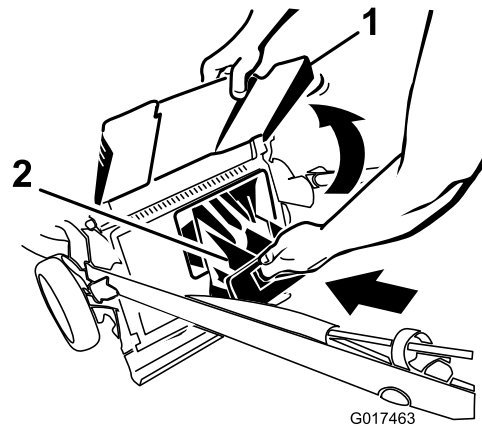

Figura 27
4. Instale el tapón de descarga trasera (Figura 27).